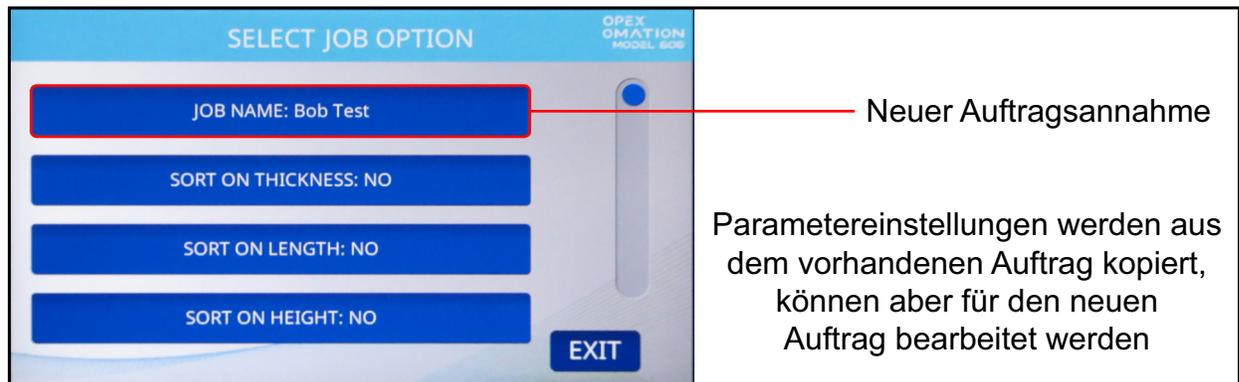

Abbildung 6-13: Bildschirm „Auftragsoption auswählen“
- Ändern Sie die Auftragsoptionen (Abbildung 6-13) nach Bedarf. Diese werden unter „Details zu den Auftragsparametern“ auf Seite 91 im Detail erläutert.